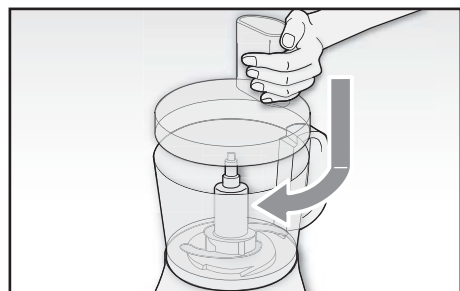
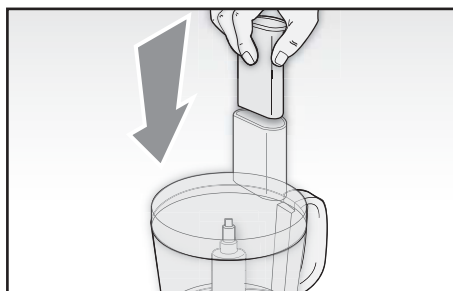

Fig. 9
Fig. 10
- 1 Inserire gli ingredienti nella ciotola (P). Se possibile, tagliare gli alimenti solidi a piccoli pezzi (1,5 x 1,5 cm). Non inserire alimenti oltre il livello massimo indicato sulla ciotola.
- 2 Inserire il coperchio (O) sopra la ciotola (P) allineando la tacca presente sul coperchio col simbolo (☐). Bloccare il coperchio (O) a scatto ruotandolo in senso orario (⌚) (Fig. 9).
- 4 Girare la manopola di regolazione della velocità (A) per mettere in funzione l'apparecchio. È possibile selezionare tre modalità di funzionamento: velocità minima ("1"), velocità massima ("2") e ad impulsi ("P"). Per un funzionamento ottimale della modalità a impulsi, tenere girata la manopola per massimo 2/3 secondi per volta.
- 5 Per aggiungere ingredienti durante il funzionamento, usare il foro presente sul coperchio (O). Spingere gli alimenti inseriti con l'ausilio del pressatore (G) (Fig. 10).
- 5 Inserire gli ingredienti tramite il foro presente sul coperchio (O). Spingere gli alimenti inseriti con l'ausilio del pressatore (G) (Fig. 10).